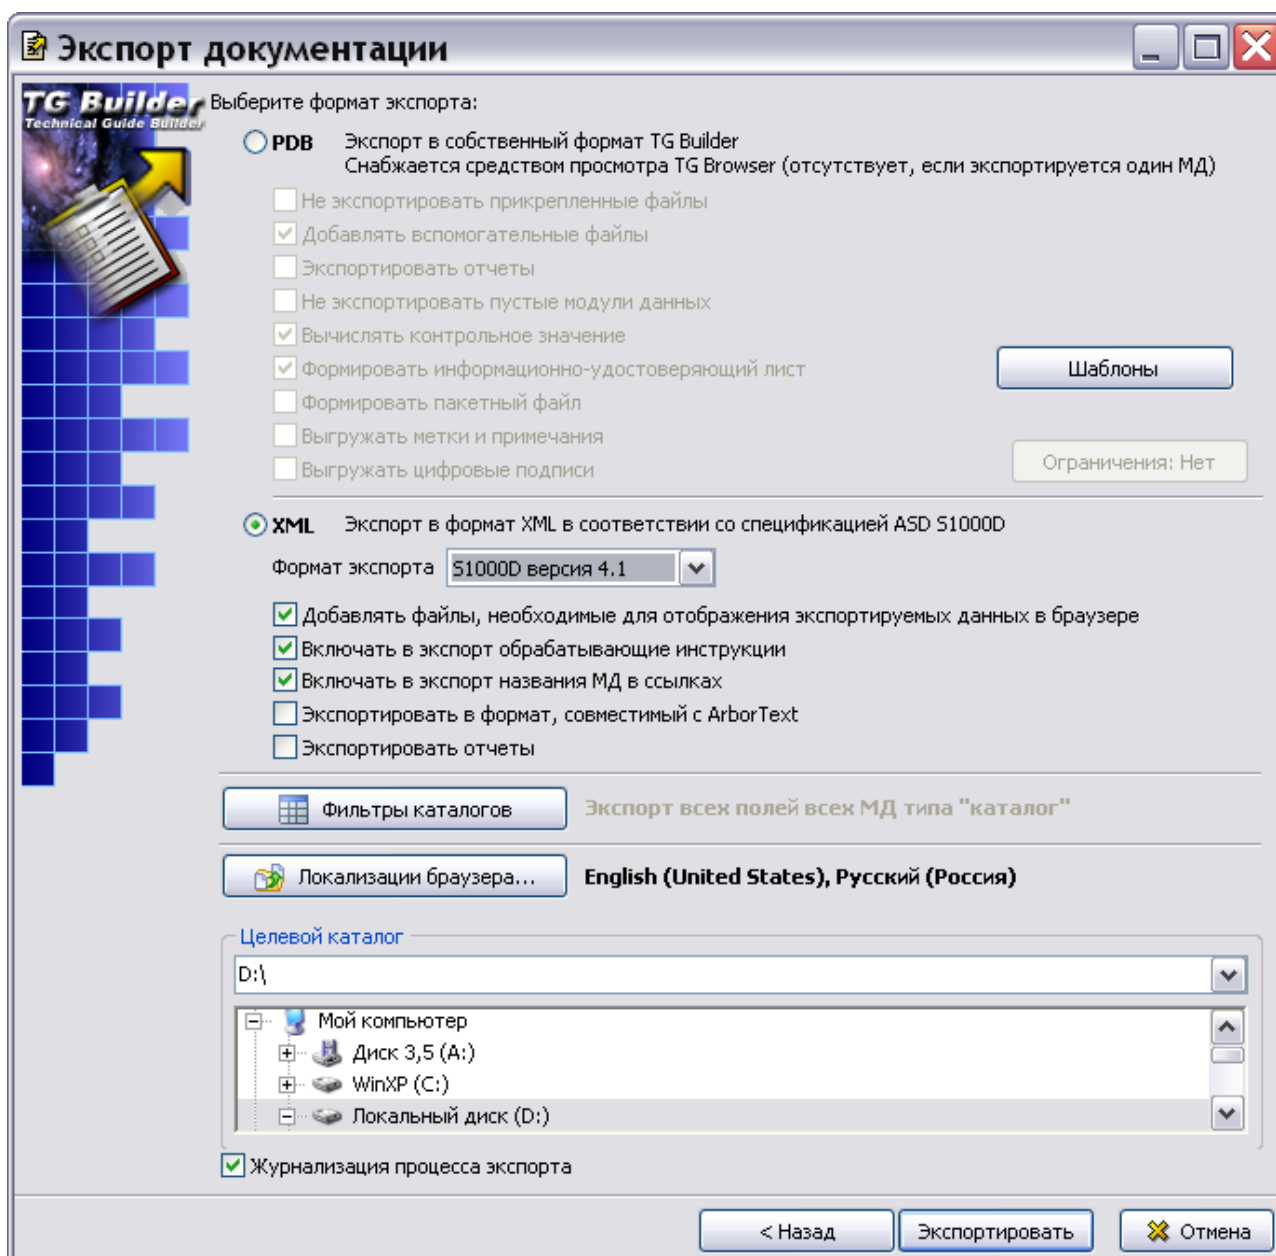

Рис. 22.104
4. Нажмите на кнопку **Далее**. После этого откроется вторая часть диалогового окна **Экспорт документации** (Рис. 22.104).